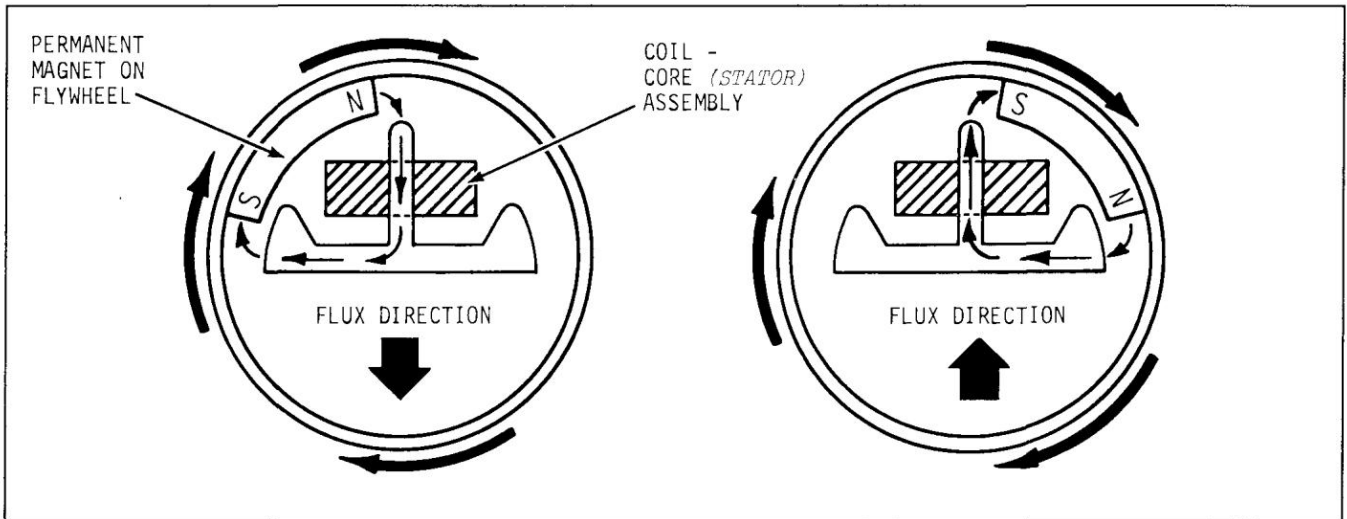

Figure 8-1. Cycle magnéto montrant l'inversion du flux.
Le mouvement des aimants devant le stator induit un flux de courant électrique dans la bobine du stator (et dans les bobines de l'alternateur et d'éclairage le cas échéant). Les aimants sont montés avec des pôles Nord et Sud alternés de sorte que la direction du flux magnétique change constamment, produisant un courant alternatif (AC) dans les enroulements de la bobine du stator. Reportez-vous à la Figure 8-1.